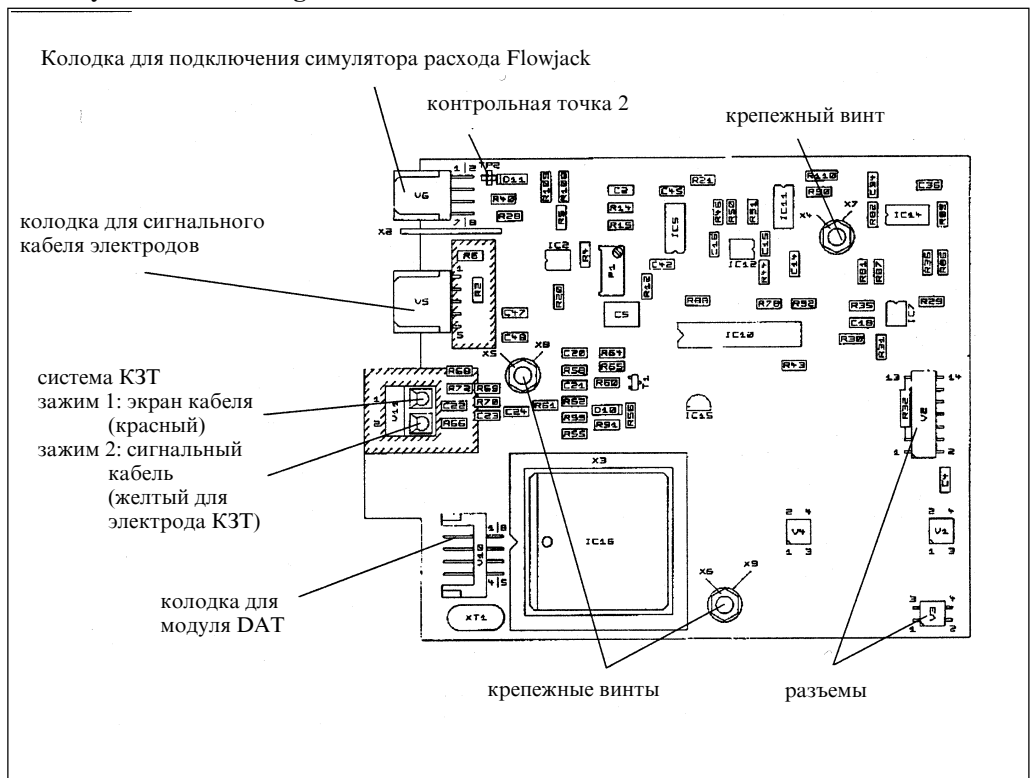

Рис. 48
5. Отсоедините экранированный сигнальный кабель электродов (включая модуль DAT) от платы измерительного усилителя (рис. 48).